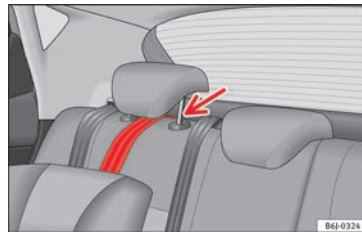

Fig. 27 Correa de sujeción: correcto ajuste y montaje.
- Coloque la correa por debajo del apoyacabezas del asiento posterior »» fig. 27 (levante el apoyacabezas si es necesario).